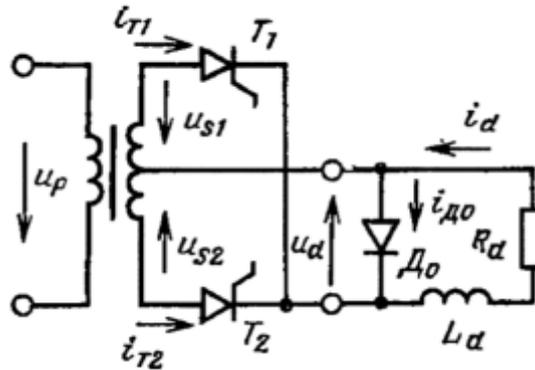

Рисунок 9 – Управляемый преобразователь со схемой 1Φ1H2Π с шунтирующим диодом
16. Управляемый выпрямитель со схемой соединений 1Ф1Н2П и шунтирующим диодом (рис. 9) работает на нагрузку, состоящую из последовательно соединенных реактора с индуктивностью $L_d \approx \infty$ и резистора с сопротивлением $R_d = 10$ Ом. Действующее значение напряжения вентильной об-